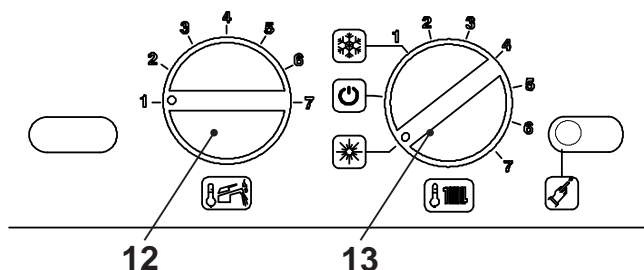

Fig. 2.5
- Ruotate il selettore 13 come in Fig. 2.5.